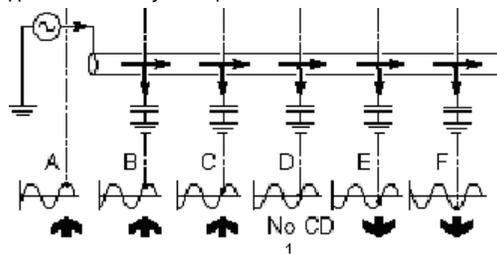

Рис. 12.2: CD-сброс:
Рис. 12.2 иллюстрирует подземную линию с существенной емкостью на землю. Показан постепенный сдвиг фазы, вдоль трассы. Вначале опорная точка на синусоиде - на пике положительной полувольты (A). Она постепенно перемещается к нулю (D) и в конце оказывается на пике отрицательной полувольты (F). Направление изменилось на обратное. В промежуточной точке (D) протекание тока определить нельзя. В такой точке стрелки CD в приемнике локатора RD8000 станут мерцать и исчезнут с экрана. В показанном примере путем возврата к (C), к последней точке, в которой выполнен CD-отсчёт, и выполнения установки CD в исходное состояние (CD-сброса), кривая обнаружения в (C) будет эквивалентной кривой в (A).